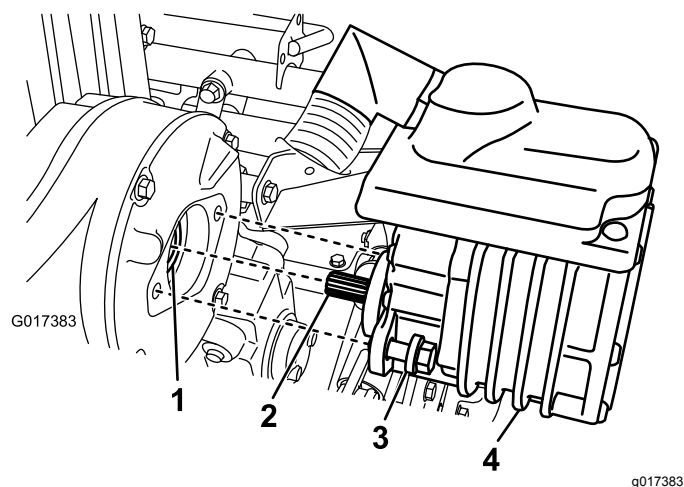

Рисунок 40
2. Удалите 2 болта, крепящих двигатель к корпусу трансмиссии (Рисунок 40).
4. Сделайте одно-два качания шприцом с консистентной смазкой в охватывающую соединительную муфту в корпусе трансмиссии (Рисунок 40).